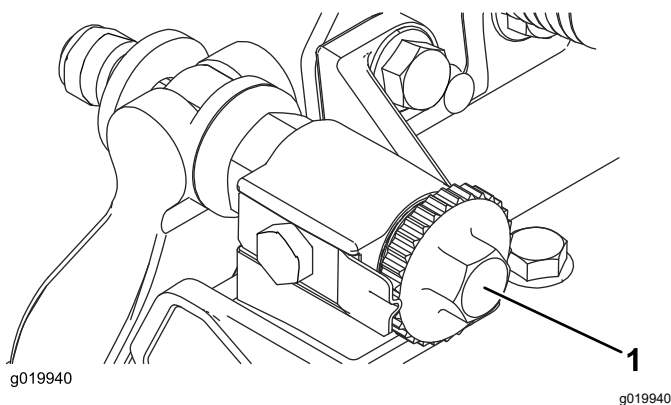

Figura 7
- A. Rode os parafusos de ajuste da barra de apoio no sentido dos ponteiros do relógio (**Figura 7**), um clique de cada vez, até que se veja e oiça um ligeiro contacto.